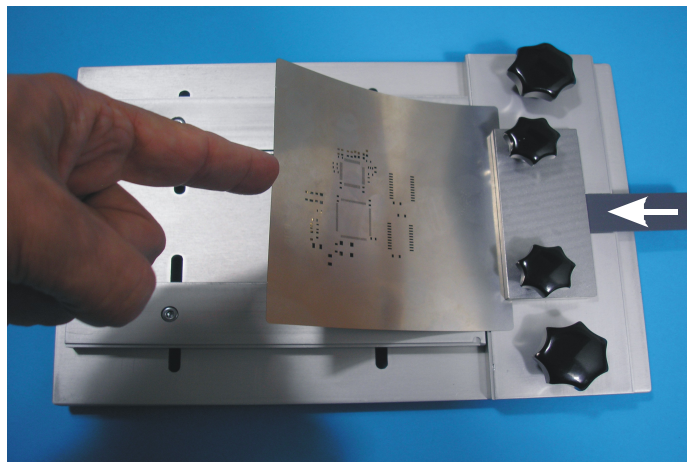

Abb. 7
- 15) Schieben sie die Leiterplatte mit dem Schieber E von der Klemmplatte F weg unter der Schablone durch (Abb. 7).